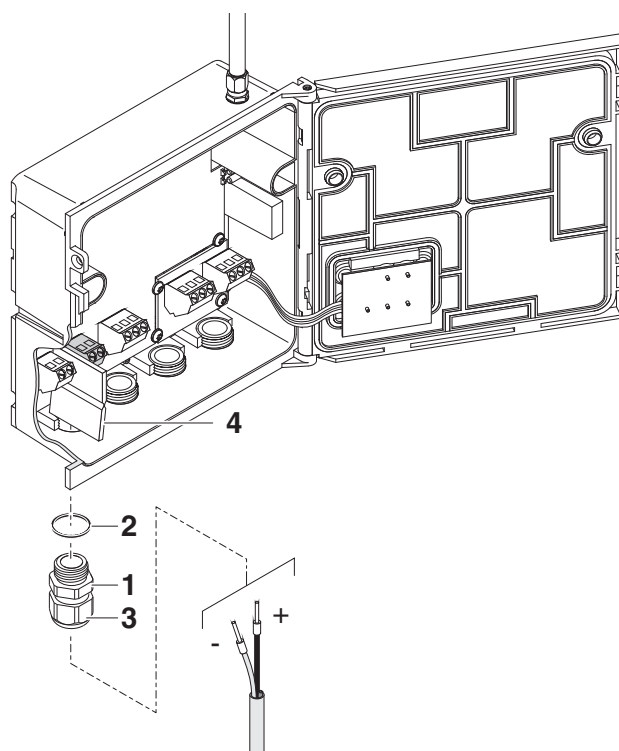

Fig. 3-11 Sätta i 24 V DC-ledningen.
- 5 Skruva in en packbox (pos. 1 i Fig. 3-11) med tätningarring (pos. 2) in i höljet under 24 V DC-anslutningen.
- 6 Lossa kopplingsringen (pos. 3).
- 7 Mata 24 V DC-ledningen genom packboxen in i höljet. Böj den flexibla avdelaren (pos. 4) åt vänster när du gör detta.